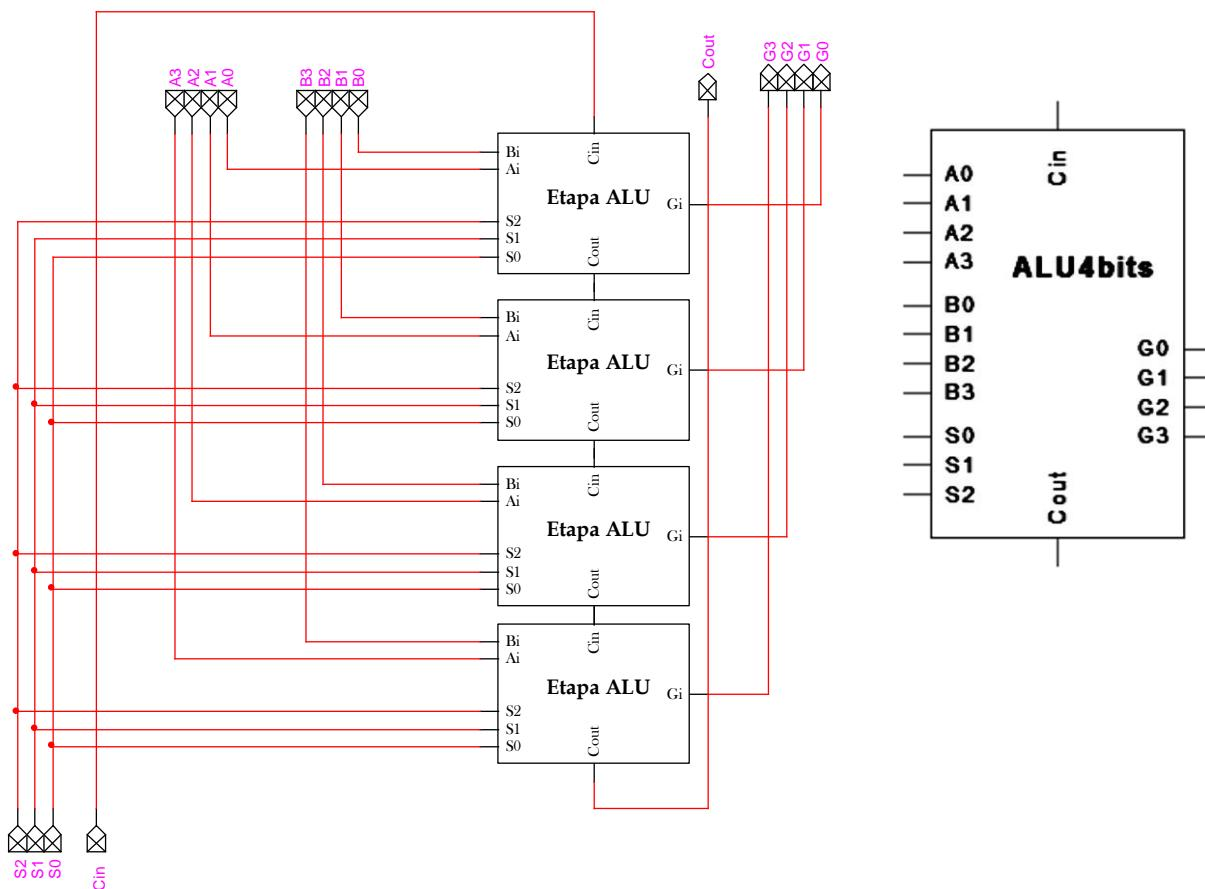
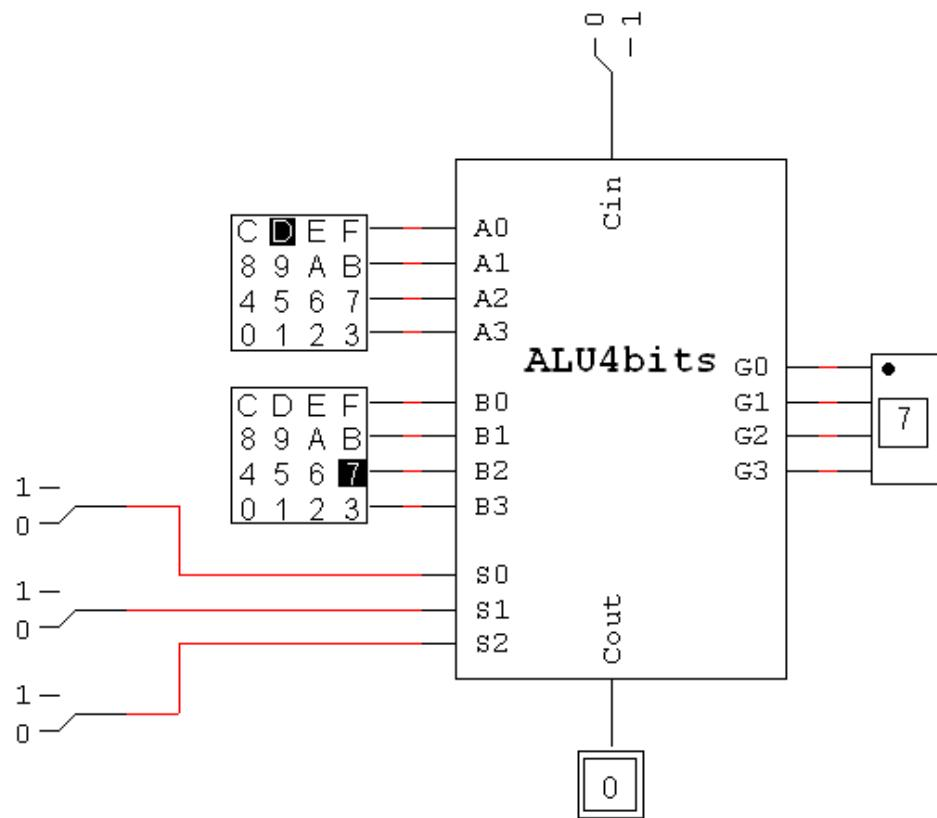

Figura 3.4. Estructura completa de la ALU para palabras de 4 bits.
Figura 3.5. Circuito de prueba de la ALU de 4 bits.
En la *Figura 3.4* se ilustra el diseño y “encapsulado” de una ALU de 4 bits, utilizando 4 Etapas ALU de un bit, como las diseñadas en la *Figura 3.3*.
2. Realice en LogicWorks la ALU de la *Figura 3.4* y **el circuito de prueba de la Figura 3.5**. Para ello, use (de la biblioteca *Simulation IO.clf*) dos componentes HEX KEYBOARD wo/STB para generar los datos $A_3 A_2 A_1 A_0$ y $B_3 B_2 B_1 B_0$, un componente HEX_DISPLAY para visualizar las salidas $G_3 G_2 G_1 G_0$, cuatro BINARY SWITCH para generar las señales $S_2 S_1 S_0 C_{in}$, y un BINARY PROBE para visualizar la salida C_{out} y así realizar la prueba experimental del circuito.